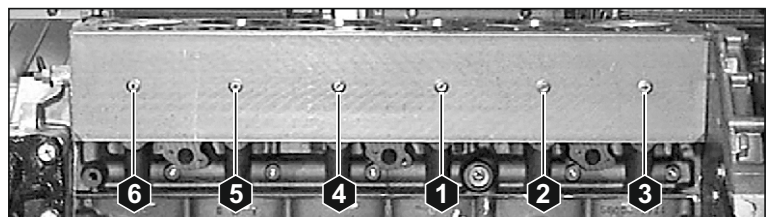

Рис. 115. Порядок затяжки боковой пластины.
6. Ввернуть болты и затянуть рекомендуемым моментом (см. Таблицу 3) в порядке, указанном на Рис. 115.